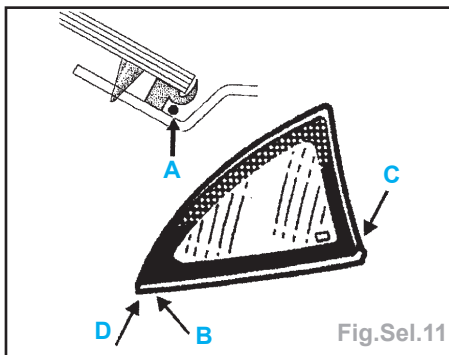

Fig.Sel.11
- Passer le fil de découpe (A) sous la lèvre du surmoulage inférieur (Fig.Sel.11).